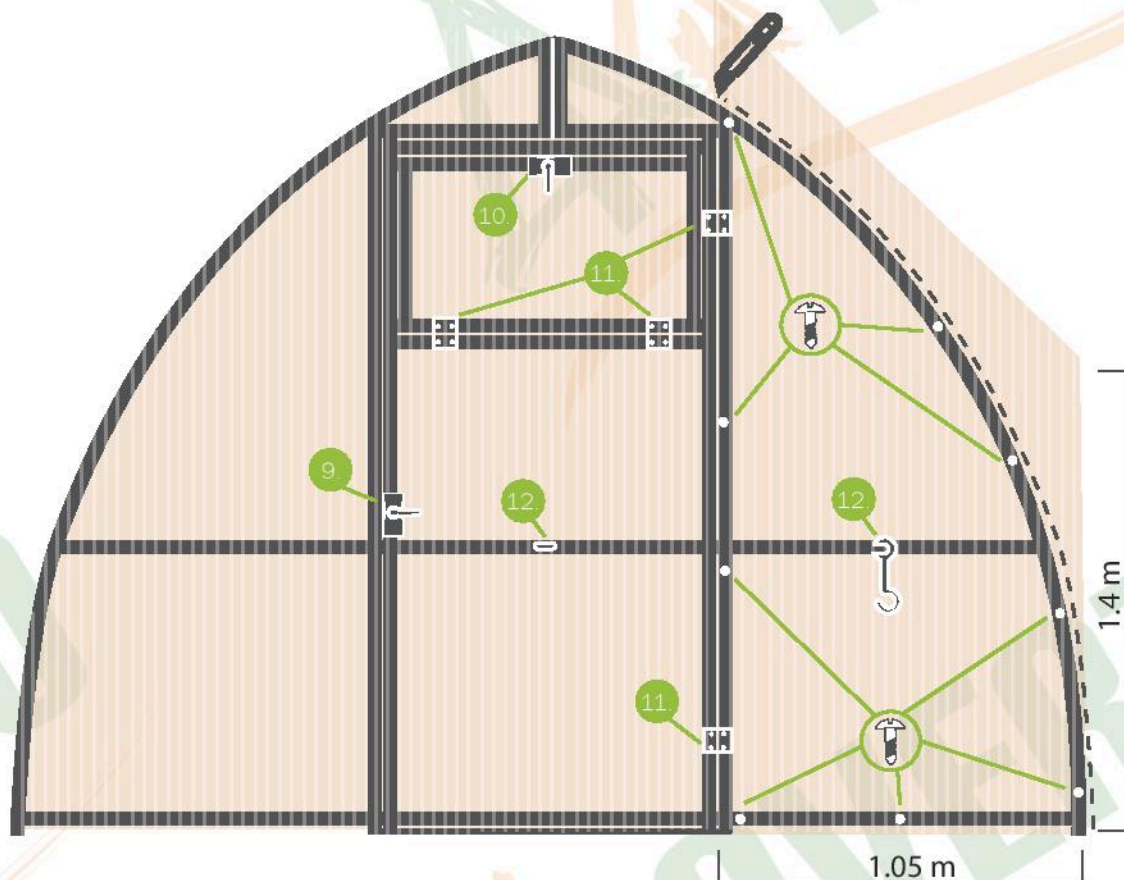

Bild 6.
5.2.6. Verwenden Sie zweite trapezförmiger Polykarbonat Teil, um rechte Seite der Stirnwand zu decken (Bild 6). Festigen Sie mit Schrauben und beschneiden entlang der Bogen.